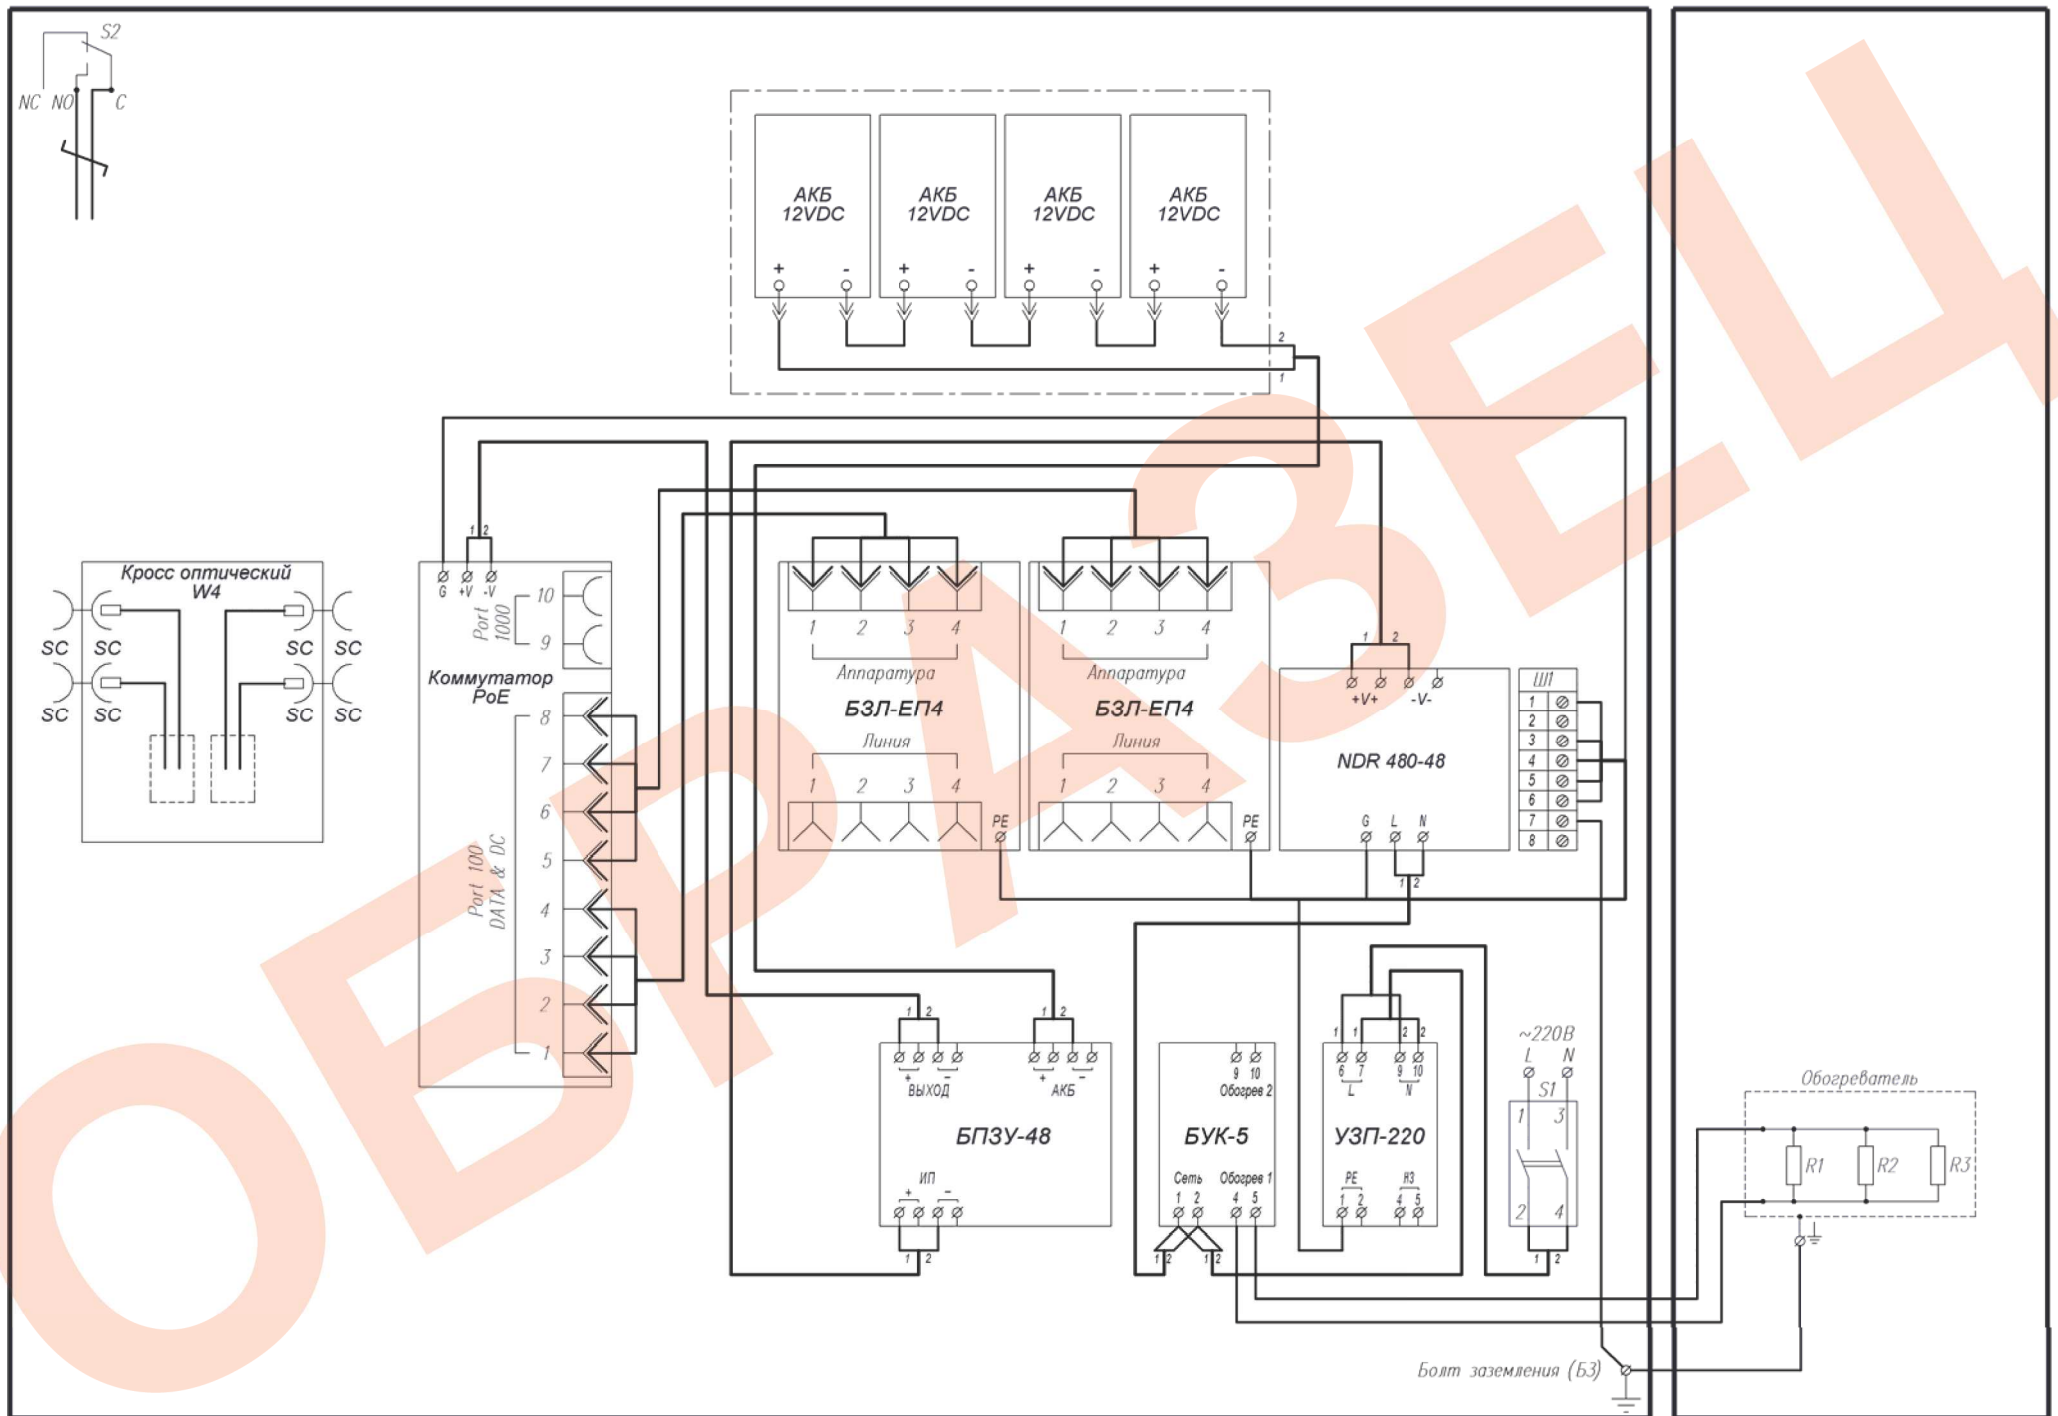

Рис.1 Схема электрическая принципиальная
- Заземлить изделие при помощи болта заземления (БЗ) (рис.1).
- Подключить кабель питания к входу автомата питания S1 (сечение подключаемых проводов до 25 мм2), при этом фазный провод (L) соединить с контактом 1, нулевой провод (N) с контактом 3.